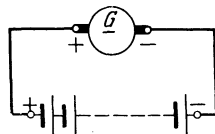

Abb. 5. Laden von Akkumulatoren zu Aufgabe 39.
**39.** Beim Laden der Akkumulatoren steigt die EMK einer Zelle zunächst auf 2,2 [2,23] V an, während der innere Widerstand (siehe Aufgabe 38) nahezu unverändert bleibt. Welche EMK muß die zum Laden benutzte Maschine  $G$  (Abb. 5) besitzen, wenn der Widerstand der Maschine und der Zuleitungsdrähte 0,1 [0,34]  $\Omega$  beträgt und die Ladung mit 30 [65] A Strom vor sich gehen soll?